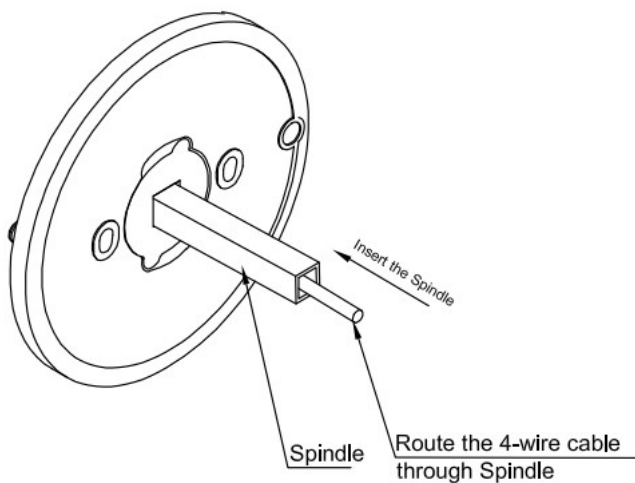

Fig. 5
6. Setzen Sie die Spindel in die Eingabeeinheit-Basis ein. (Abb.5)